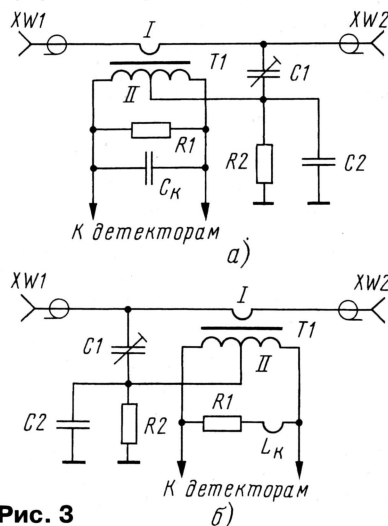

Рис. 3
3.5. Входной и выходной разъемы КСВ-метра обычно разнесены на 30...100 мм. На частоте 30 МГц разница фаз напряжений на разъемах составит $\alpha = [(0,03...0,1)/10]360^\circ \approx 1...3,5^\circ$. Как это может отразиться на работе, продемонстрировано на рис. 3,а и рис. 3,б. Разни-